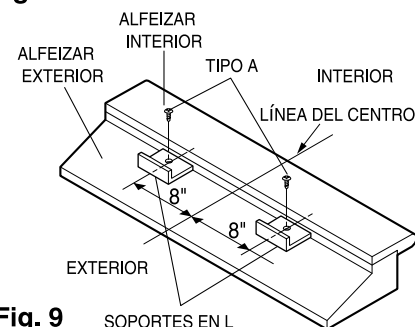

Fig. 9
- b. El soporte ayuda a sostener firmemente a la unidad. Asegúrese de poner el borde del soporte al ras con el filo posterior del alféizar interior. Ver Fig. 9.
- a. Cuidadosamente levante al acondicionador y deslícelo dentro de la ventana abierta. Asegúrese de que la guía situada al fondo del acondicionador se asiente dentro de la ranura de los soportes en "L". Ver Fig. 9.